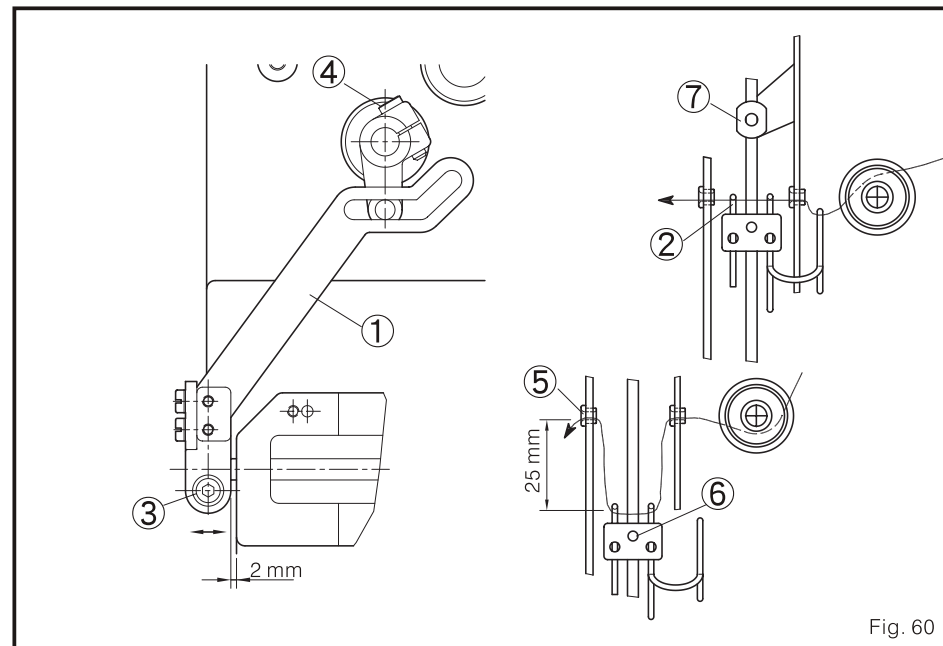

Fig. 60
1. O espaço da barra guia conectora do equipamento de controle de fio ao apoio é de 2. mm quando a barra 1 se fixou na posição dianteira. A localização do fio da agulha e da barra arrastador do calcador de fio 2 deve estar como é mostrado na figura 42. (Fig. 60)